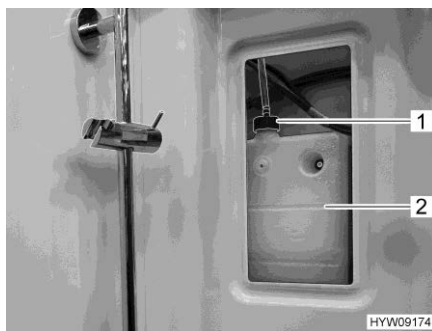
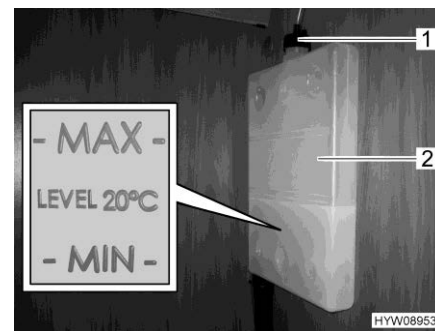

Fig. 211 Vaso d'espansione (riscaldamento ad acqua calda)
Fig. 212 Riga "MIN/MAX"
- Rimuovere la copertura per il vaso d'espansione (Fig. 211,2) a destra e in alto nella doccia.
- Controllare se il livello del liquido nel vaso d'espansione (Fig. 212,2) è tra le righe del "MIN" e del "MAX" (Fig. 212).
- Aprire il coperchio (Fig. 211,1 o Fig. 212,1) del vaso d'espansione.